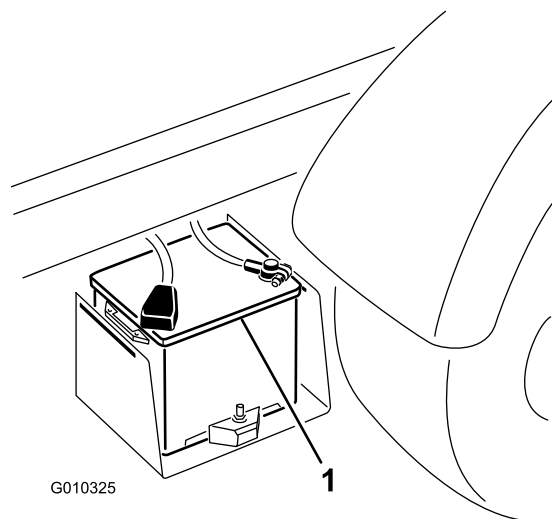

Рисунок 6
5. Когда аккумулятор зарядится, отсоедините зарядное устройство от электророзетки и штырей аккумулятора (Рисунок 6).